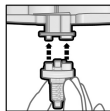

Fig. 2
3. Posizionare uno dei puntali di miscelazione Dynamix in dotazione sulle aperture di uscita della cartuccia (Fig. 2).